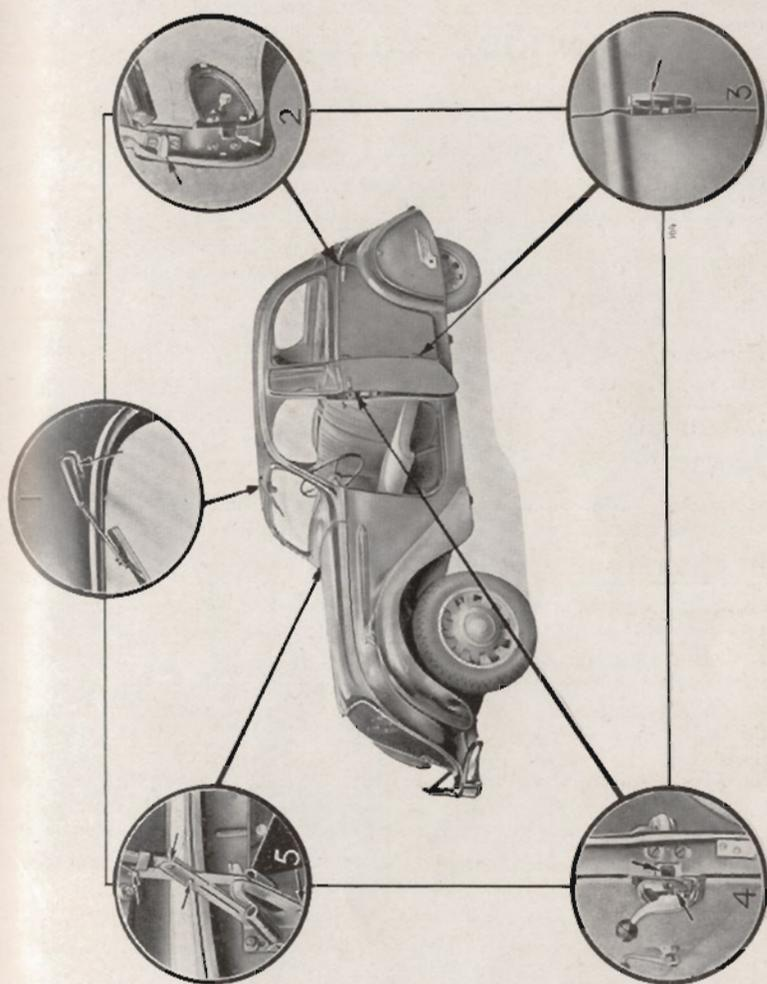

Fig. 32. — Graissage carrosserie.
**Carrosserie.** Pour éviter la naissance de grincements d'autant plus audibles que la voiture est plus silencieuse, il y a intérêt à pratiquer tous les mois environ un graissage-carrosserie à l'aide de la burette Vacolub (fig. 32).